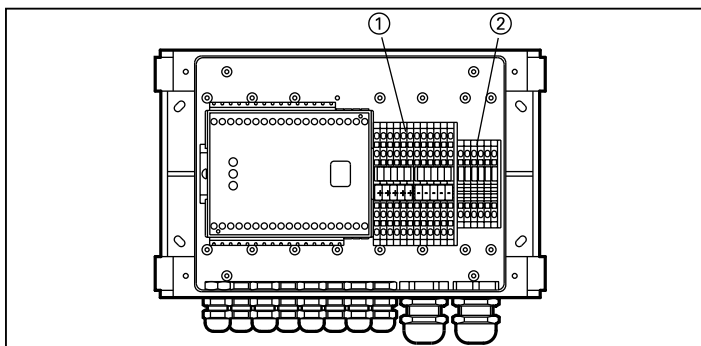

Fig. 5-1: Blocchi di morsetti nell'IP 65
**Nota** Nell'involucro IP 65 si devono utilizzare i blocchi di morsetti aggiuntivi come indicato nella Fig. 5-1 per cablare la fotocellula di sicurezza ed i sensori di Muting.